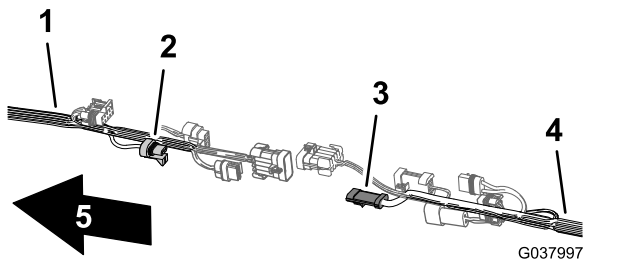

図 107
3. 前方ハーネスのフローメータ用の3ソケットコネクタを、後方ハーネスのフローメータ用3ピンコネクタに接続する 図 107。